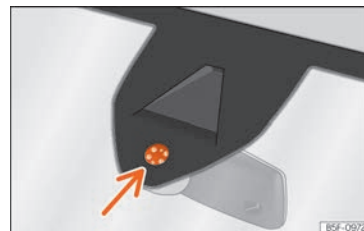

Abb. 99 Sensitive Fläche des Regensensors.
Mögliche Ursachen für Störungen und Fehlinterpretationen im Bereich der sensitiven Fläche »» **Abb. 99** des Regensensors sind u. a.:
- Sensitive Fläche des Regensensors »» **Abb. 99** regelmäßig reinigen und Scheibenwischerblätter auf Beschädigungen prüfen (Pfeil).